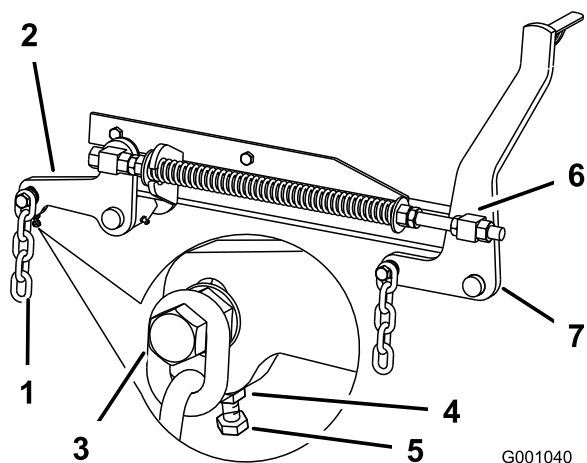

Figure 81
7. Si la distance mesurée au point **B** ou **C** n'est pas correcte, desserrez le boulon de fixation de la chaîne arrière au bras de support arrière (Figure 81).
8. Desserrez l'écrou de blocage sous le bras de support arrière et agissez sur le boulon de réglage de manière à obtenir une distance de 80 à 83 mm (3-1/8 à 3-1/4") (Figure 81).
7. Desserrez d'environ 13 mm (1/2") les écrous de blocage à l'avant des pivots avant gauche et droit (Figure 81).
8. Réglez les écrous de relevage sur les côtés gauche et droit de la machine de manière à abaisser l'avant de 6 à 10 mm (1/4 à 3/8") au point **A** par rapport au point **B** à l'arrière (Figure 81).